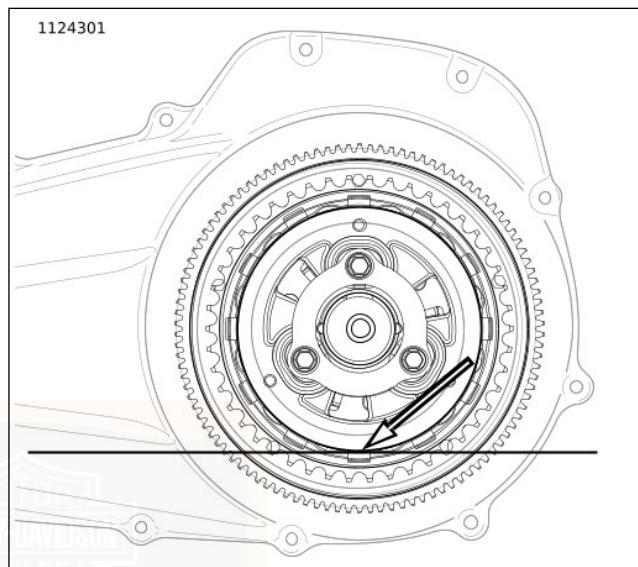

Abbildung 98. Primärer Schmiermittelstand
- Siehe Abbildung 98. Der korrekte Füllstand liegt ca. an der Unterseite des Außendurchmessers der Druckplatte.